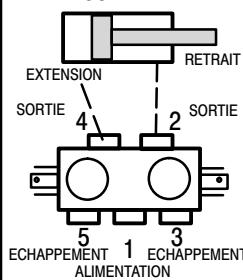

Figure 1
- Les orifices de sortie 2 et 4 doivent être branchés sur un dispositif (cylindre à double effet, manomètre, etc.) L'orifice 5 est une sortie lorsque l'orifice 2 est mis sous pression. L'orifice 3 est une sortie lorsque l'orifice 4 est mis sous pression. Figure 1.